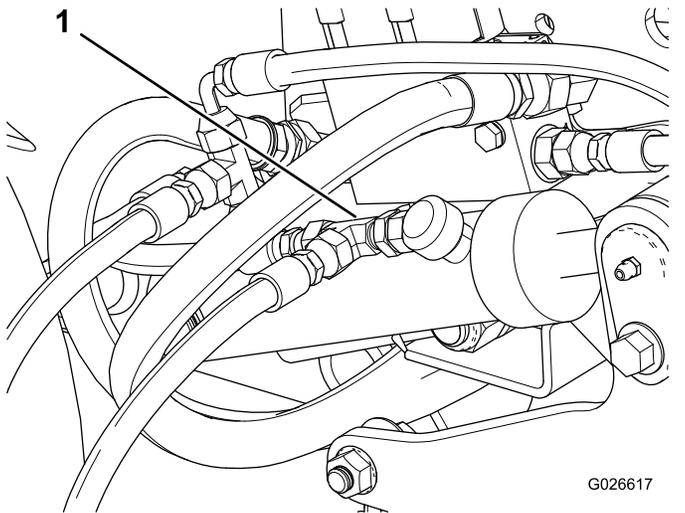

Figura 14
8. Montate il raccordo a T (**Figura 14**).